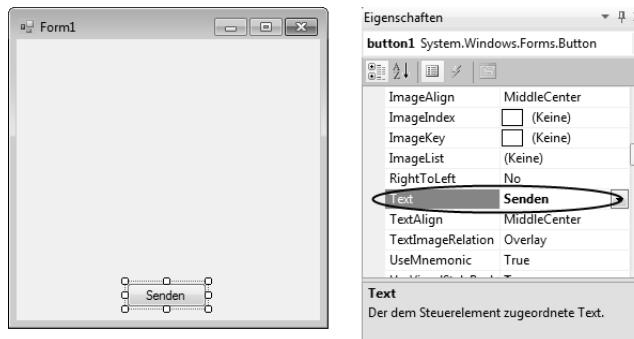

Abb. 5.31: Button positionieren und Text ändern
8. Markieren Sie den Button und verschieben Sie ihn auf die in Abb. 5.31 eingezeichnete Position. Im Anschluss setzen Sie im Fenster *Eigenschaften* den Text auf den Wert *Senden*. Dieser Schritt ist als optional anzusehen, da er keine zusätzliche Funktionalität hinzufügt, sondern lediglich der Benutzerfreundlichkeit dient.